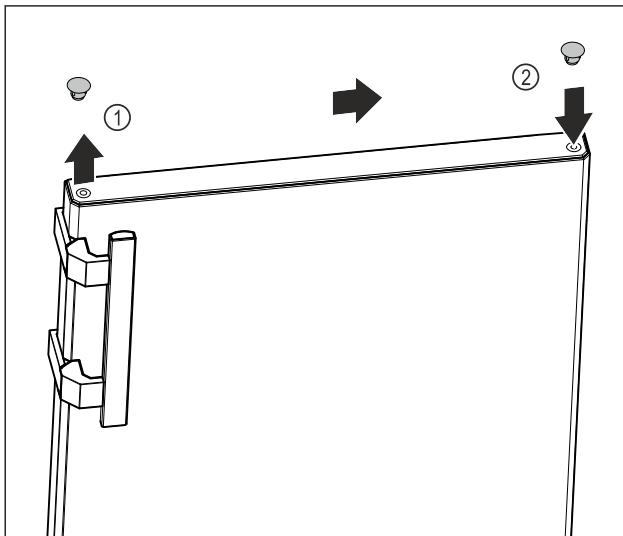

Fig. 17
- Осторожно поднимите заглушку в верхней части двери Fig. 17 (1) при помощи шлицевой отвертки.
- Установите заглушку на противоположной стороне. Fig. 17 (2)